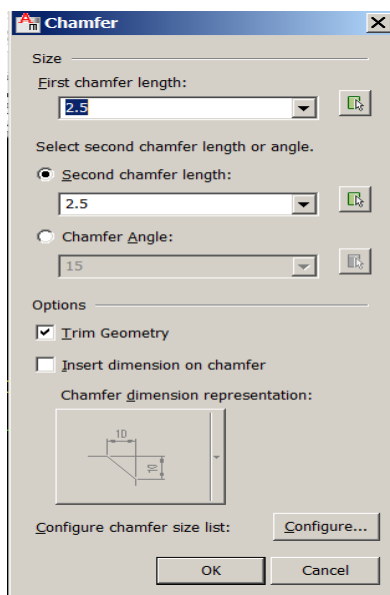

Рис. 3.6. Вікно команди **amcham2d**
**AMCHAM2D**. Вона додатково дозволяє ставити розміри для фасок та має віконний діалог (рис. 3.6). Фаска може обиратися зі списку, задаватися кількісно або точками на екрані.